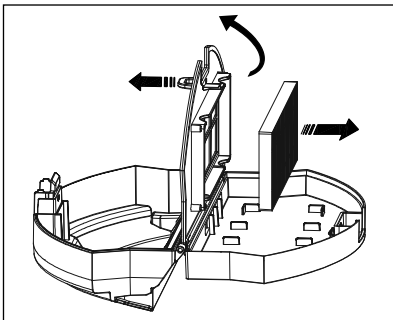

Abb. 10
- 4) Fassen Sie die Lasche am Siebfilter und klappen Sie das Fach des EPA-Filters **7** auf. Nehmen Sie den EPA-Filter **7** aus dem Fach (siehe Abb. 10).